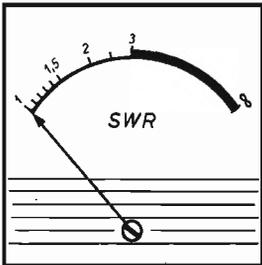

figura 4
c) Si raccomanda altresì di sostituire sul milliamperometro la scala originale con la scala riportata in figura 4 facilmente ridisegnabile su carta traslucida o complementabile con simboli a ricalco e rispettiva spruzzatina di spray (sorta di vernicetta trasparente che irrobustisce il corpo traslucido della carta).